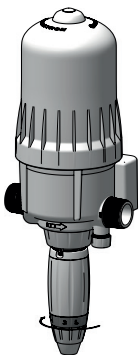

Рис. 12
- Отвинтите блокировочную гайку дозирования (**Рис. 12**).